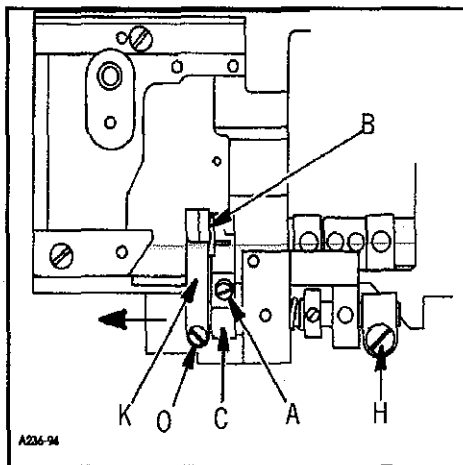
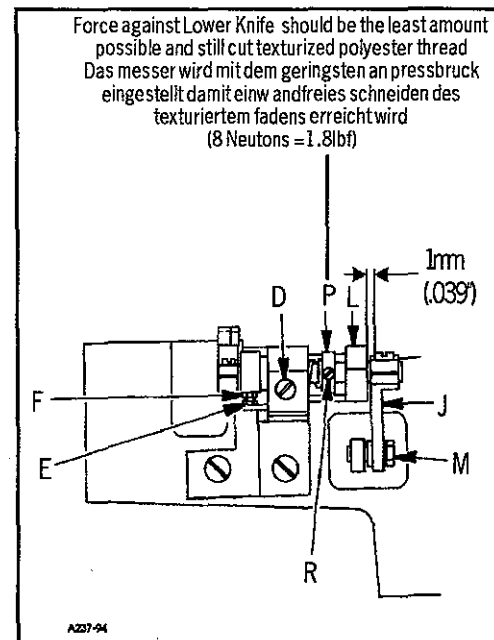
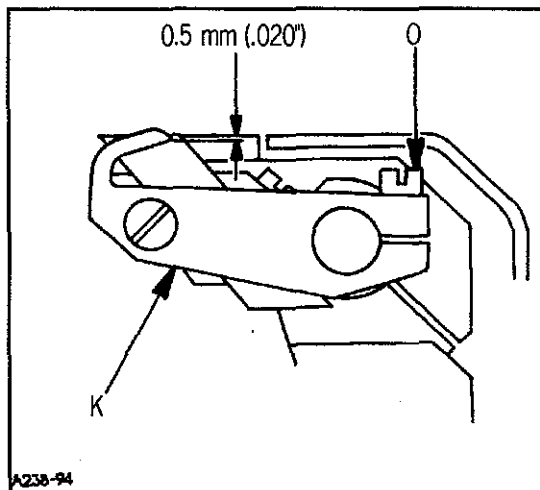

FIG. 1
FIG. 2
FIG. 3
Swing the front cloth plate to the front. Loosen screw (A, Fig. 1) in lower knife holder (C) and move lower knife (B) up or down until its cutting edge is parallel and flush with throat plate top surface. Retighten screw (A).
Note: Lower knife holder (C, Fig. 1) is set at the factory so that the cutting edge of the lower knife is parallel with the top surface of throat plate. When replacing the lower knife holder set as follows: Loosen screw (D, Fig. 2), and turn lower knife holder (C, Fig. 1), until the cutting edge of lower knife is parallel with top surface of throat plate. Retighten screw (D, Fig. 2). Secure this setting by tightening stop screw (E, Fig. 2) and lock nut (F) in lower knife holder.
Loosen screw (D, Fig. 2) and align width of trim to the left needle by moving lower knife holder (C, Fig. 1) laterally. If this adjustment is obstructed by rocker lever (J, Fig. 2), loosen screw (H, Fig. 1) and move rocker lever (J, Fig. 2) to the right until there is approximately 1 mm space between rocker lever (J, Fig. 2) and the housing of undertrimmer (L, Fig. 2). Secure setting of undertrimmer by retightening screw (D, Fig. 2). Then check if upper knife lever (K, Fig. 1) can be moved approximately 1 mm in direction of the arrow (see Fig. 1).
Schwenken Sie die vordere Stoffplatte nach vorne. Lösen Sie die Schraube (A, Fig. 1) im Unter Messerhalter (C) und bewegen Sie das Messer nach oben oder unten bis die Messerschneide parallel und auf gleicher Höhe mit der Stichplatten Oberfläche steht.
Beachten Sie: Der Untermesserhalter (C, Fig. 1) wird im Werk so eingestellt, daß das Untermesser parallel mit der Oberfläche der Stichplatte ist. Beim Auswechseln des unteren Messerhalters gegen einen neuen: Lösen Sie Schraube (D, Fig. 2) und drehen Sie den Untermesserhalter soweit bis er parallel mit der Oberfläche der Stichplatte ist. Ziehen Sie die Schraube (D, Fig. 2) wieder an. Sichern Sie diese Einstellung durch Anziehen der Anschlagsschraube (E, Fig. 2) und der Kontermutter (F) im unteren Messerhalter.
Lösen Sie die Schraube (D, Fig. 2) und stellen Sie die Breite des Abschnitts zur linken Nadel ein durch seitliches Verschieben des unteren Messerhalters. Sollte diese Einstellung durch den Schwinghebel (J, Fig. 2) begrenzt werden, lösen Sie Schraube (H, Fig. 1) und verschieben Sie den Schwinghebel (J, Fig. 2) nach rechts bis noch ca. 1mm Abstand zwischen Schwinghebel (J, Fig. 2) und dem Gehäuse des Abschneiders (L, Fig. 2) verbleibt. Sichern Sie diese Position durch Anziehen der Schraube (D, Fig. 2) dann schauen Sie nach ob sich der Messerhebel (K, Fig. 1) ungefähr 1mm in Pfeilrichtung bewegen läßt.
Loosen nut (M, Fig. 2) and center the link (N, Fig. 4) in rocker lever (J, Fig. 4). Retighten nut (M, Fig. 2) and by rotating handwheel move upper knife in lowest position. Loosen screw (O, Fig. 3) and swing upper knife lever (K, Fig. 3) up or down until the cutting edges of upper knife and lower knife overlap by approximately 0.5 mm (.020 in) (see Fig. 3). Retighten screw (O, Fig. 3). Check by rotating handwheel if the upper knife moves freely.
Adjust the lateral knife pressure the least amount possible and still maintain cutting (8 Neutons = 1.8 lbf), wooly or texturized polyester thread by moving collar (P, Fig. 2). Loosening screw (R, Fig. 2) and then moving collar (P, Fig. 2) to the left increases the cutting pressure; moving collar (P, Fig. 2) to the right decreases the cutting pressure.
To adjust the shear angle loosen screws (O and H, Fig. 1). Set shaft (S, Fig. 4) so that mark (Q, Fig. 4) on the shaft and mark (T, Fig. 4) on the housing of undertrimmer are lined up.
Turning shaft (S, Fig. 4) in direction of arrow increases the shear angle, turning it against direction of arrow decreases the shear angle. Retighten screws (O and H, Fig. 1) and check knives for proper trimming with wooly or texturized polyester thread. Make sure that the settings described in paragraph "SETTING THE UPPER KNIFE" are maintained.
Lösen Sie die Mutter (M, Fig. 2) und mitteln Sie das Verbindungsgelenk (N, Fig. 4) im Schwinghebel (J, Fig. 4) aus. Ziehen Sie die Mutter wieder an und bringen Sie durch drehen des Handrades das Ober Messer in die unterste Stellung. Lösen Sie die Schraube (O, Fig. 3) und schwenken Sie den Obermesser Träger (K, Fig. 3) nach oben oder unten bis sich die Schneiden von Ober- und Untermesser etwa 0.5mm (.020 in) siehe Fig. 3. überschneiden. Ziehen Sie die Schraube wieder an (O, Fig. 3). Prüfen Sie durch drehen am Handrad ob sich das Obermesser frei bewegt.
Der seitliche Messerdruck wird mit geringstem anpressdruck eingestellt (8 Neutons = 1.8 lbf) damit einwandfreies schneidender wolle (bausch garn) oder des texturierten fadens (polyester) erreicht werden kann wird durch verschieben des Stellrings (P, Fig. 2) eingestellt. Lösen Sie die Schraube (R, Fig. 2) und durch vorschieben des Stellrings nach links erhöht den Schneiddruck, verschieben des Stellrings (P, Fig. 2) nach rechts verringert den Schneiddruck.
Zur Einstellung des Scherwinkel lösen Sie die Schrauben (O + H Fig. 1) stellen Sie die Welle (S, Fig. 4) so ein, daß sich die Markierung (Q, Fig. 4) auf der Welle und die Markierung am Gehäuse gegen über steht.
Drehen der Welle (S, Fig. 4) in Pfeilrichtung vergrößert den Scherwinkel, drehen in entgegengesetzter Richtung verkleinert ihn. Ziehen Sie die Schrauben wieder an (O + H) Fig. 1 und testen Sie die Messer auf einwandfreies Schneiden mit Wolle oder Texturierter faden (Bausch Garn). Beachten Sie, daß die im Abschnitt "EINSTELLUNG DES OBERMESSERS" beschriebenen Einstellungen erhalten bleiben.